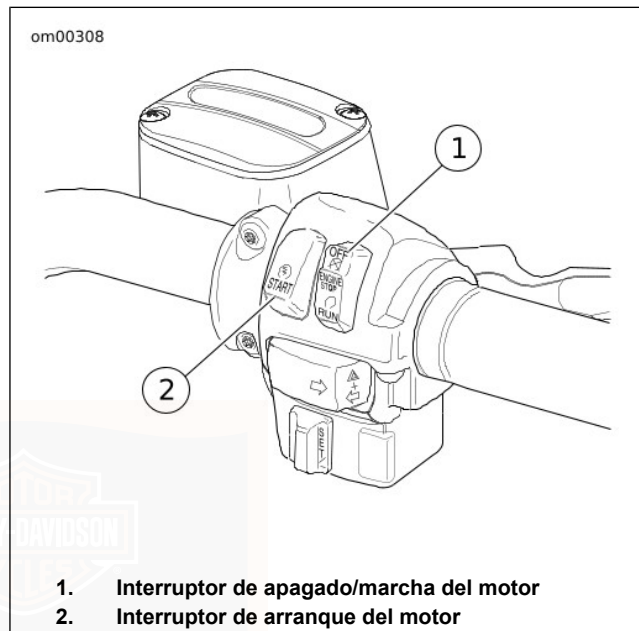

Figura 46. Controles del manillar derecho: Modelos Touring (típico)
2. Vea Figura 46. Gire el interruptor de apagado/marcha a la posición MARCHA.